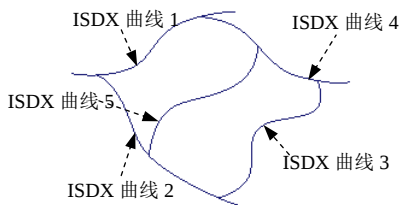
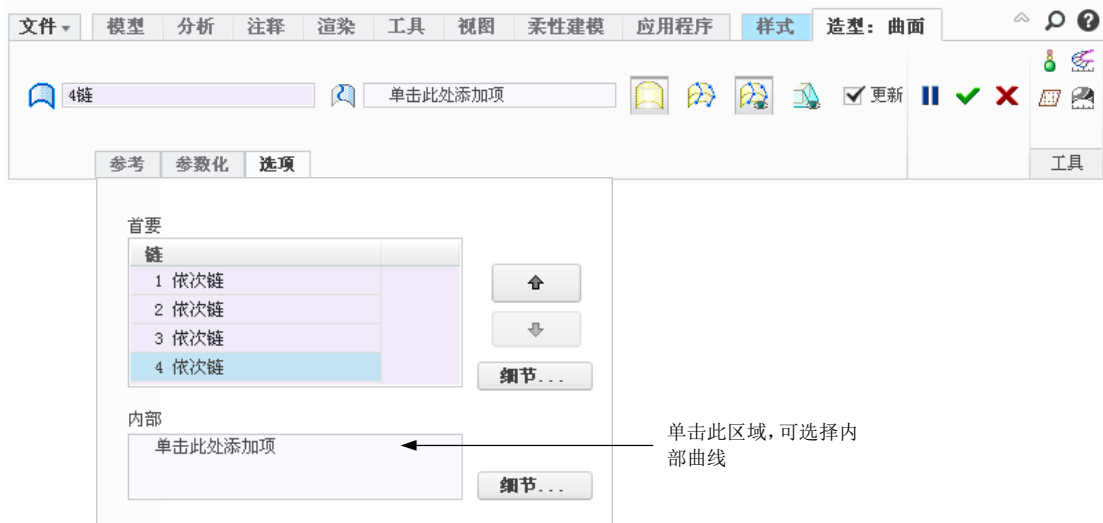
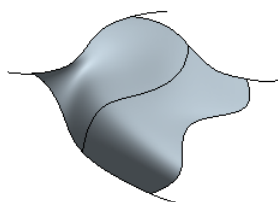

图 10.4.1 模型
图 10.4.2 “造型：曲面”操控板（二）
图 10.4.3 创建 ISDX 曲面
(3) 单击  按钮，然后选择 VIEW_1 视图。此时模型如图 10.4.1 所示。
Step6. 定义曲面的边界曲线。按住 Ctrl 键，选取图 10.4.1 中的 ISDX 曲线 1、曲线 2、曲线 3 和曲线 4（可按任意顺序选取），此时系统便以这四条曲线为边界创建一个 ISDX 曲面。此时“曲面创建”操控板如图 10.4.2 所示。
Step7. 定义曲面的内部曲线。如果希望 ISDX 曲面通过图 10.4.1 所示的 ISDX 曲线 5，则可在图 10.4.2 所示的操控板中单击 内部 下面的区域，然后选取 ISDX 曲线 5，以定义其为内部曲线。此时曲面如图 10.4.3 所示。